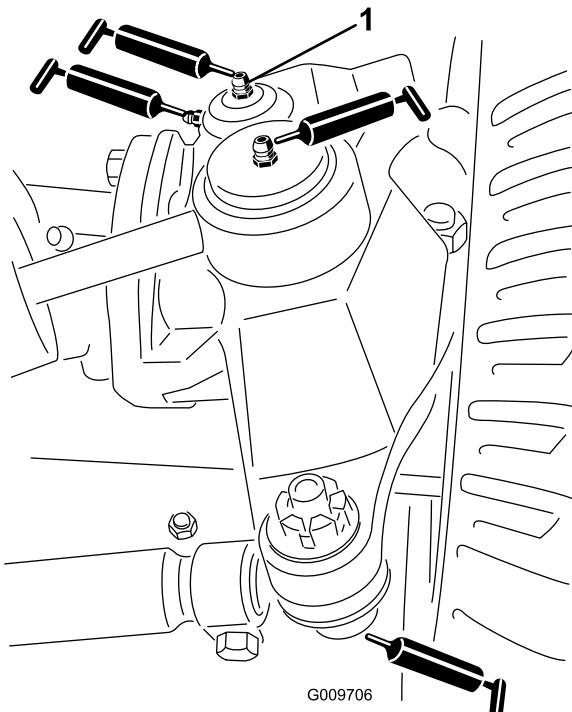

Figura 48
- Rótulas do cilindro de direção (2) (Figura 48)